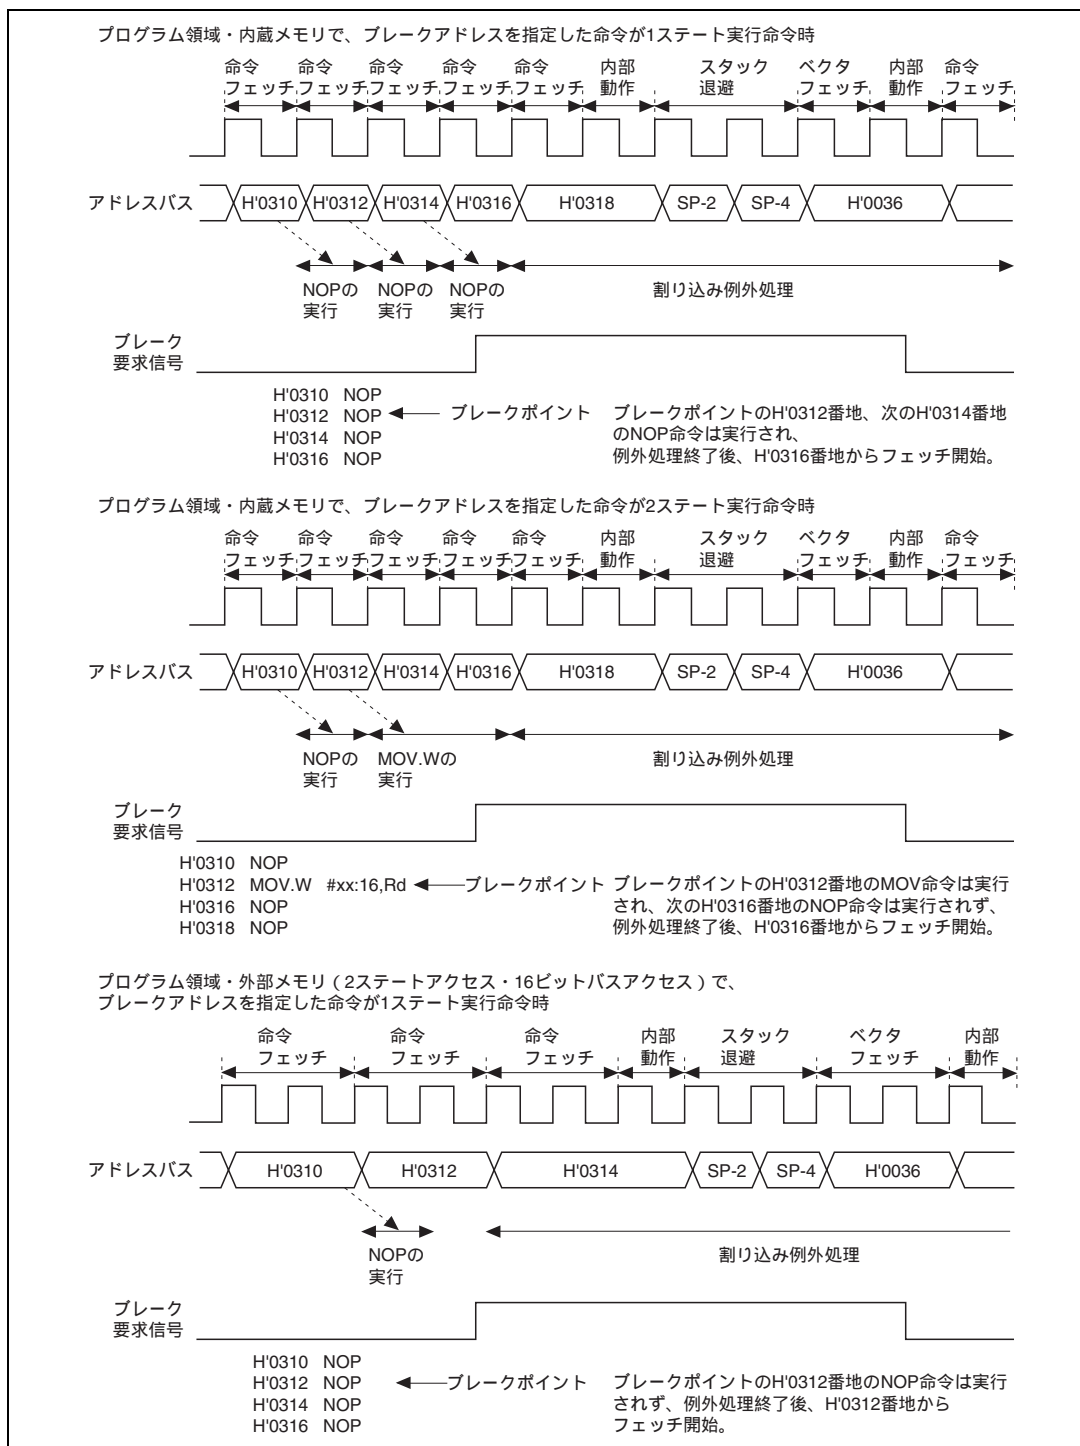

図 5.6 アドレスブレークタイミング例
- (1) アドレスブレイクでは、ブレイクアドレスを命令の第 1 バイトが存在するアドレスにしてください。その他のアドレスでは、条件成立とみなされない場合があります。
- (2) ノーマルモードの場合は、アドレスA23～A16は比較されません。
- (3) BARで設定したアドレスの直前の命令にブランチ命令 (Bcc、BSR)、ジャンプ命令 (JMP、JSR)、RTS命令、RTE命令を配置した場合、これらの命令の実行により当該アドレスに対するプリフェッチ信号が出力され、アドレスブレイクが要求される場合があります。これらの命令の直後のアドレスに対するブレイクアドレスの設定を行わない、あるいは割り込み処理ルーチンで、本来の条件成立による割り込み処理であったかの判定を行う、などの対策が必要です。
- (4) アドレスブレイク割り込みは、内部プリフェッチ信号とアドレスの組み合わせにより発生しますので、設定したアドレスの命令および直前の命令の内容、実行サイクルにより、割り込み例外処理の入るタイミングが異なります。図5.6にアドレスタイミング例を示します。